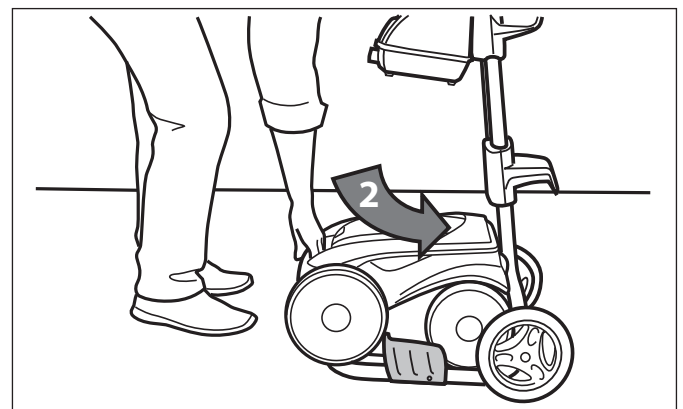

Figure 26. Installer correctement le robot sur le chariot
2. Remettre l'appareil en place en le roulant sur le chariot. Se référer à la Figure 26.